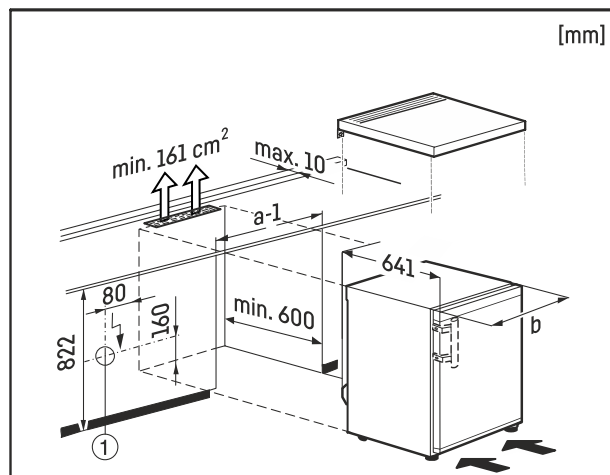

Fig. 8
Në këtë rast, priza elektrike Fig. 8 (1) duhet të jetë jashtë faqes së pasme të pajisjes dhe të jetë lehtësisht e arritshme.